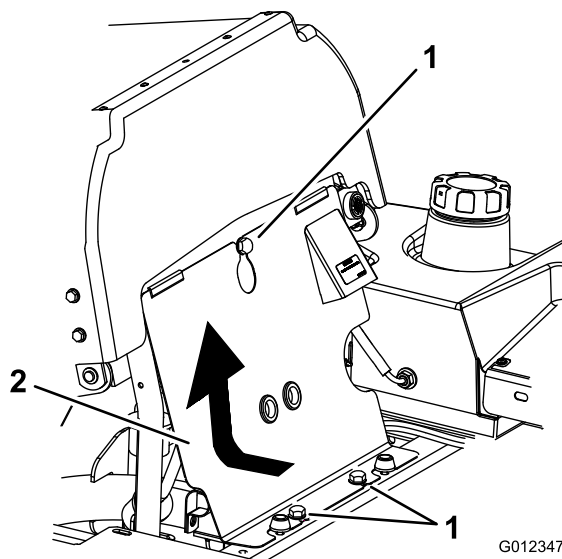

Figura 63
3. Inclina el asiento hacia adelante, afloje los pernos y retire el panel delantero del motor (Figura 63).